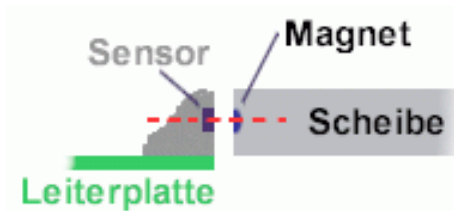

Abbildung 2 Korrekte Ausrichtung von Magnetring und Sensor.
- Dabei darauf achten, dass sich die Magnete in dem Magnetring auf Höhe des Sensors befindet, siehe Abbildung 2.